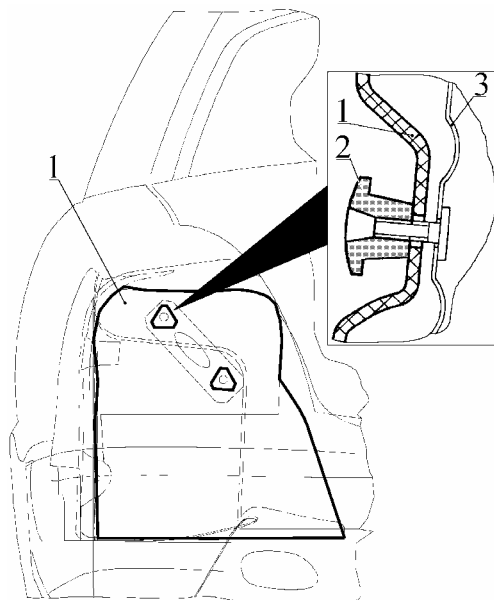

Рис. 39. Снятие левой крышки обивки багажника:
10.1.1. Снять левую крышку 1 (рис.39) обивки багажника, отвинтив две гайки 2 её крепления.